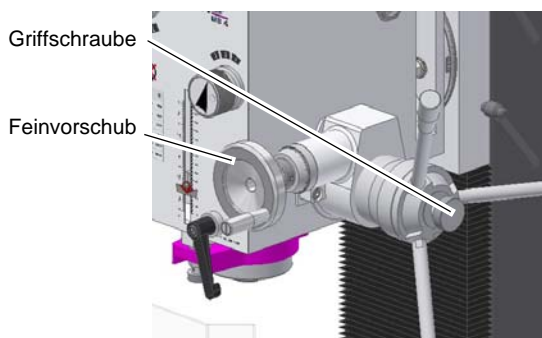

Abb.4-4: Griffschraube
- ➔ Lösen Sie die Griffschraube  „Abb.4-4: Griffschraube“ auf Seite 32. Der Pinolenhebel bewegt sich vom Bohr-Fräskopf weg und deaktiviert die Kupplung des Feinvorschubs.